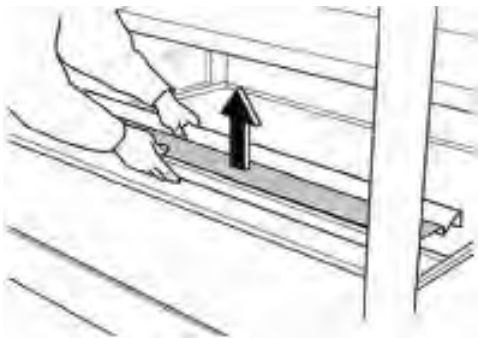

Fig. 3
- Gitterblech herausnehmen (siehe Fig. 3 und 4)
Pull out return air grille backward of the fixing device (fig. 3, 4).